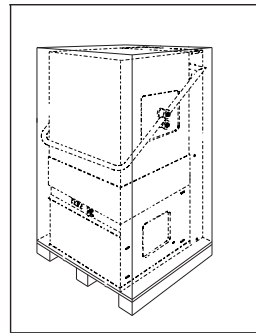

Bild 2
1. Den Verpackungskarton vorsichtig öffnen (Bild 2).